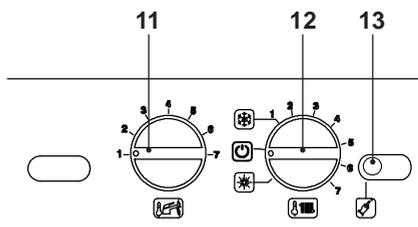

Fig. 6.7
- Spegnerla la caldaia portando il selettore di funzione 12 sulla posizione "U" come in Fig. 6.7.